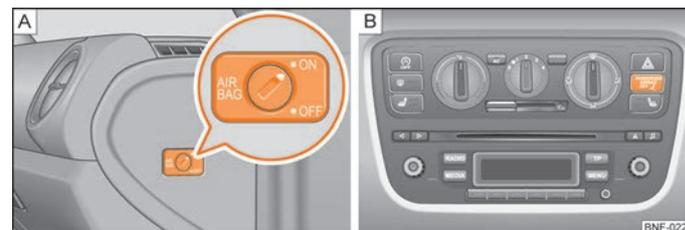

Abb. 80 [A] - Schlüsselschalter / [B] - Kontrollleuchte
- Der abgeschaltete Airbag wird durch Aufleuchten der gelben Kontrollleuchte **PASSENGER AIR BAG OFF** im Schalttafelmittelteil angezeigt ⇒ Abb. 80 - [B].
- Drehen Sie mit dem Fahrzeugschlüssel den Schlitz des Schlüsselschalters in die Position **OFF** ⇒ Abb. 80 - [A].
- Überprüfen Sie, ob bei eingeschalteter Zündung die Kontrollleuchte **PASSENGER AIR BAG OFF** im Schalttafelmittelteil leuchtet ⇒ Abb. 80 - [B].
- Drehen Sie mit dem Fahrzeugschlüssel den Schlitz des Schlüsselschalters in die Position **ON** ⇒ Abb. 80 - [A].
- Überprüfen Sie, ob bei eingeschalteter Zündung die Kontrollleuchte **PASSENGER AIR BAG OFF** im Schalttafelmittelteil nicht leuchtet ⇒ Abb. 80 - [B].
Die Airbag-Kontrollleuchte befindet sich im Schalttafelmittelteil ⇒ Abb. 80 - [B].